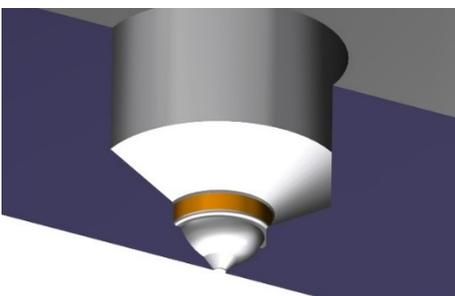

Figura 36: Comprobación del diámetro cerca de la puerta
- 4) Compruebe si el diámetro del sello cerca de la punta de la boquilla se encuentra dentro de la tolerancia requerida. Siempre debe ser ØH6 (resaltado en naranja en la Figura 36), a menos que se especifique lo contrario. En el caso de una boquilla con precámara, se debe tener una tolerancia de ØH7 .